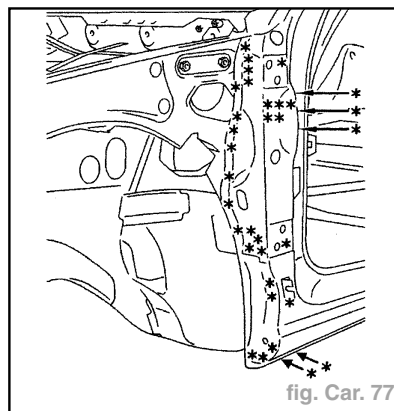

fig. Car. 77
- Dégraffer les points à l'aide d'une fraise de  $\varnothing = 8 \text{ mm}$  (fig. Car. 77).